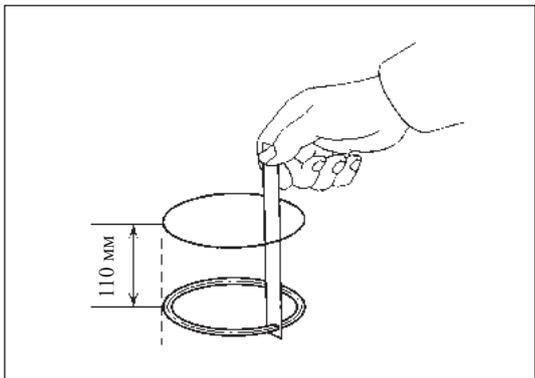

Рис. 13-2-7. Измерение зазоров в замке поршневых колец
- » При помощи измерительного щупа измерить зазор в замке поршневого кольца, установив его на расстоянии 110 мм от верхней поверхности блока цилиндров, как изображено на рис. 13-2-7.